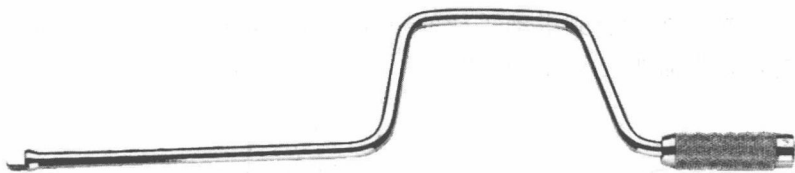

图 1-2-18 快速摇杆
(1) 认知 快速摇杆俗称摇把，如图 1-2-18 所示，是旋动螺母最快的配套手柄。
(2) 作用 快速摇杆主要用于拧下已经松动的螺母，或者把螺母快速旋上螺栓，但不能在螺母上施加太大的扭矩。
(3) 使用方法 使用快速摇杆时，左手握住摇杆端部，并保持摇杆与所拆卸螺栓同轴，右手握住摇杆弯曲部，迅速旋转。使用快速摇杆时，握摇杆的手不可摇晃，以免套筒滑出螺栓或螺母，产生安全事故。